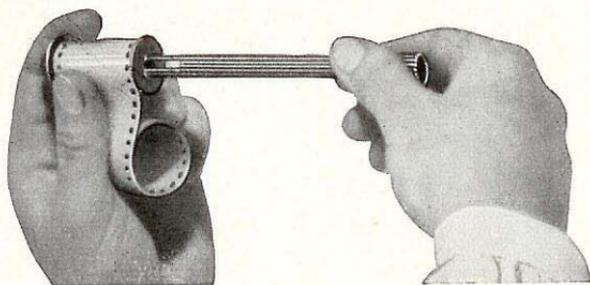

Figure 27
**Bobinage du film.** Le bobinage du film sur la bobine du chargeur est bien plus facile quand on se sert du manche spécial d'enroulement, en métal. On l'introduit dans la bobine, comme le montre la figure 27, du côté où se trouve une petite tige transversale qui pénètre dans les encoches du manche.